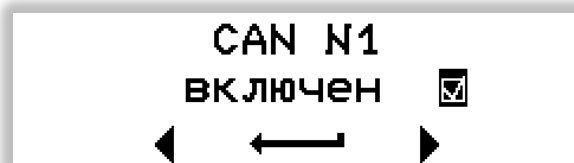

Рисунок 50. Включение и выключение CAN интерфейса.
- а) Включение и выключение CAN интерфейса (см. Рисунок 50).